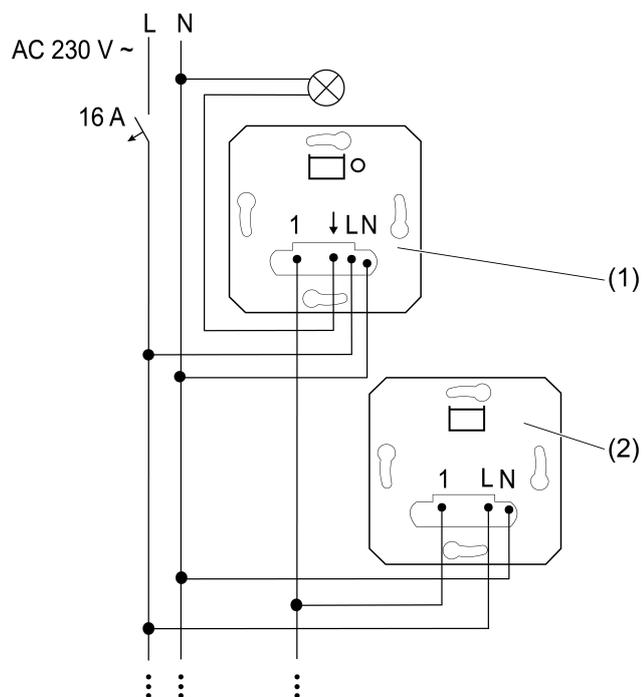
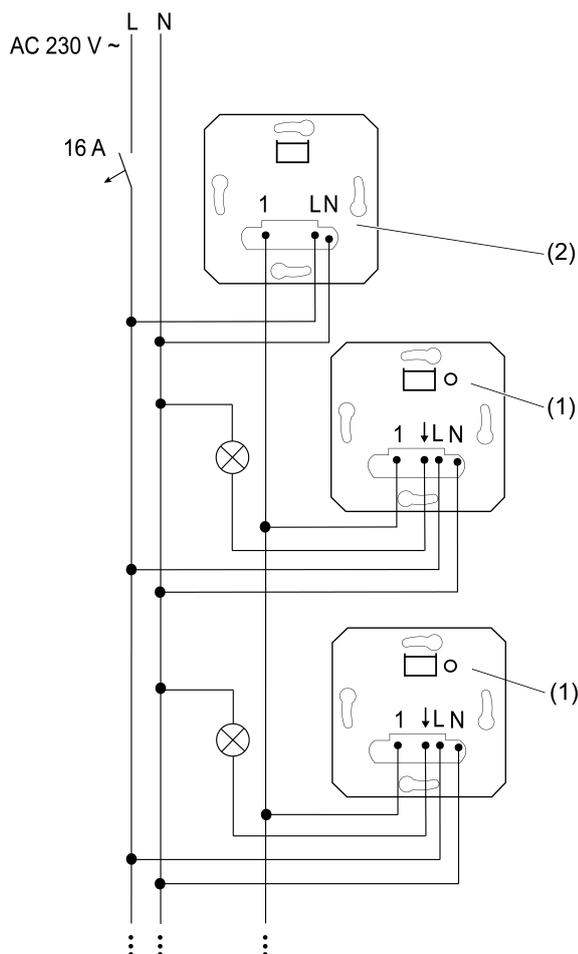
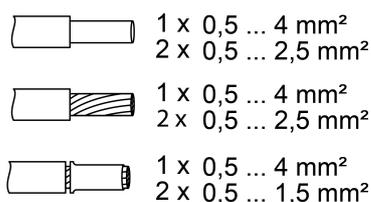

Figura 1: Schema di collegamento regolatori esterni a 3 fili a un regolatore interno
Figura 2: Schema di collegamento vari regolatori interni a un regolatore esterno a 3 fili per il comando centrale
Figura 3: Sezioni cavo collegabili
i È possibile collegare fino a dieci regolatori esterni (2) a 3 fili a un regolatore interno (1) (Figura 1).
- i** È possibile comandare fino a cinque regolatori interni (1) uguali o diversi insieme da un regolatore esterno (2) a 3 fili (Figura 2).
- Collegare il regolatore esterno (2) secondo lo schema di collegamento (Figura 1) e (Figura 2). Osservare le sezioni del cavo collegabili (Figura 3).